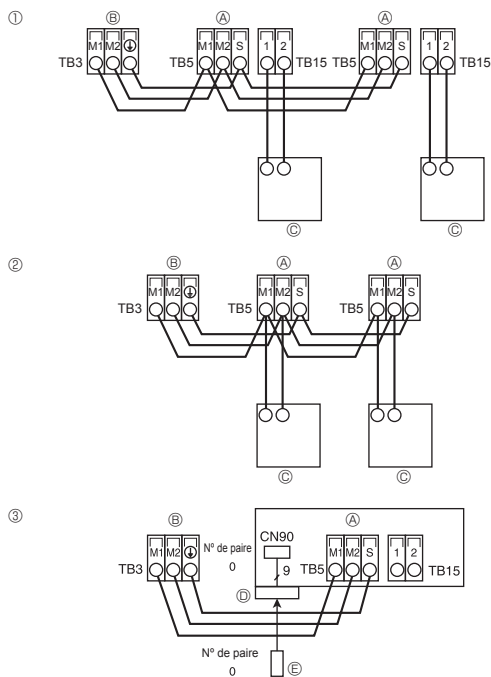

Fig. 5-5
5.4. Raccordement des câbles de la commande à distance et des câbles de transmission intérieurs et extérieurs (Fig. 5-5)
- ① Commande à distance MA
- ② Commande à distance M-NET
- ③ Télécommande sans fil (lors de l'installation du récepteur de signal sans fil)